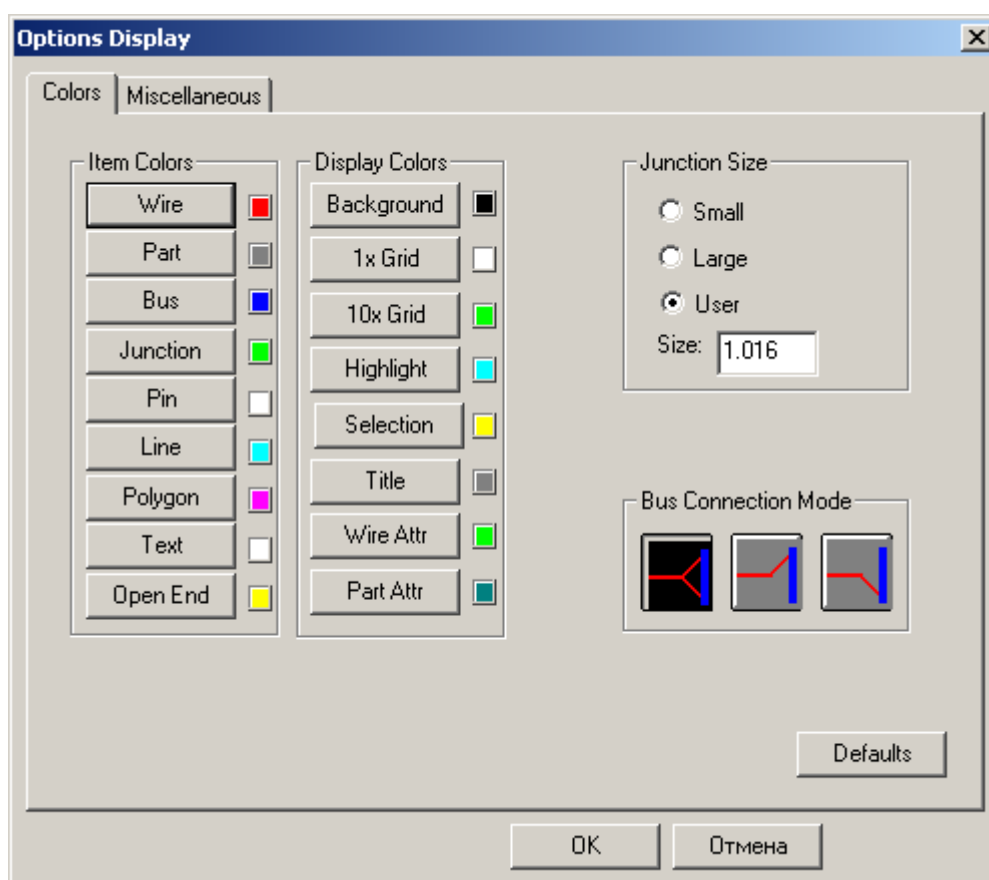

Рис. 10 Команда **Options Display**, вкладка **Colors**
7.2 Данная команда содержит две вкладки. Ознакомьтесь с вкладкой **Colors**, вид которой изображен на рис. 10.